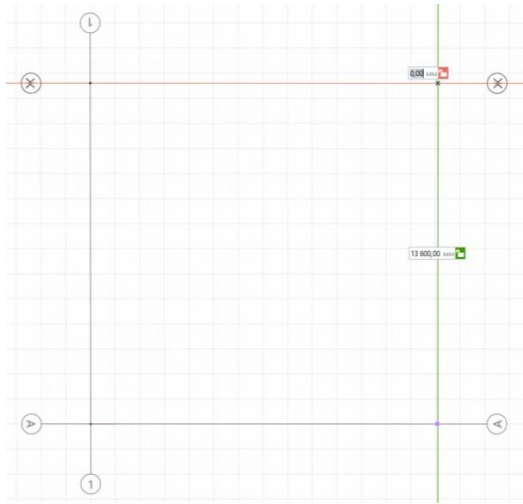

Рис. 13 Построение оси Ж
- Отведем указатель мыши в место предполагаемого пересечения вспомогательных лучей, построенных из этих точек. Появится новая точка привязки (рис. 13). Щелкнем левой кнопкой мыши.